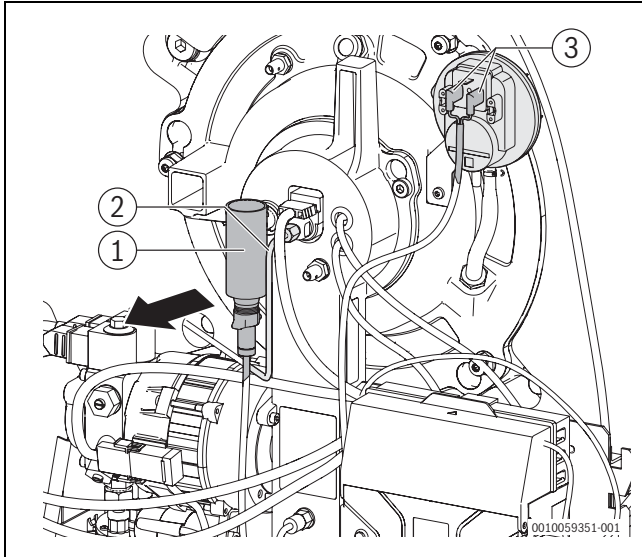

Bild 74 Ölleitung herausziehen
- Ölleitung (→ Bild 74) um ca. 5 mm herausziehen und zurück federn lassen.
- Anschlussfahnen des Anschlusskabel des ADS-Druckschalter aufstecken (→ Bild 74).
- Anschlussfahnen des Anschlusskabels am ADS-Druckschalter abziehen (→ Bild 74).